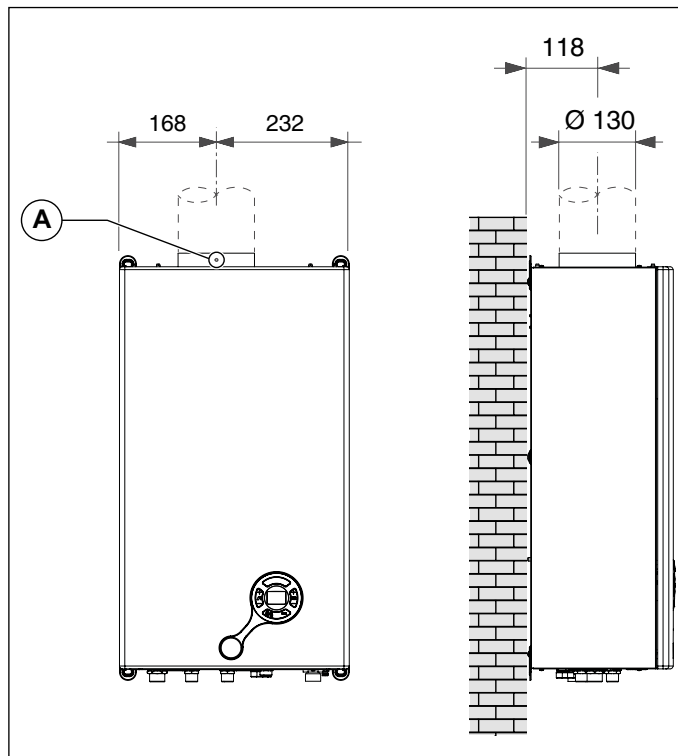

Рис. 7 Розміри для підключення до димоходу моделі з відкритою камерою згоряння
- З'єднувальна труба повинна бути прикріплена до корпусу бойлера за допомогою гвинта в спеціальному отворі **A** (див. Рис. 7 Розміри для підключення до димоходу моделі з відкритою камерою згорання).
- З'єднувальна труба повинна бути прикріплена до корпусу бойлера за допомогою гвинта в спеціальному отворі **A** (див. Рис. 7 Розміри для підключення до димоходу моделі з відкритою камерою згоряння).